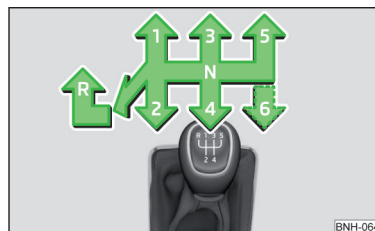

Fig. 184
Pe schimbătorul de viteze este reprezentată schema de selectare pentru pozițiile individuale ale treptelor de viteză » fig. 184.
- ▶ Apăsăți maneta schimbătorului de viteze în jos, complet spre stânga și apoi spre înainte, în poziția **R** » fig. 184.